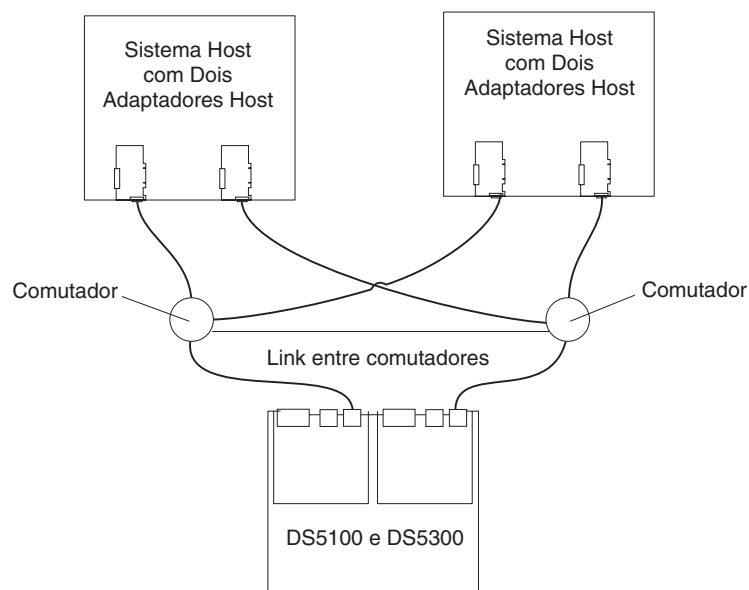

Figura 79. Exemplo de uma Configuração de Malha SAN Única
- Configuração de malha SAN simples, conforme mostrado na Figura 79 na página 123
A Figura 79 na página 123 traz um exemplo de dois sistemas host com comutadores Fibre Channel conectado por um link de interconexão, formando uma única configuração de malha SAN.